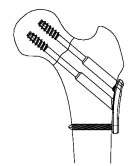

図 18
- 5) インプラントの状態を正面像及び軸射/側面像で確認し、縫合して手術を終了します。 (図 18)